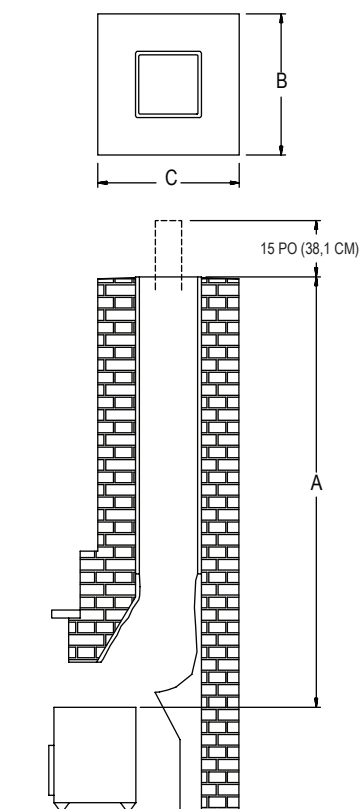

Figure 25
**(a). Mesures.** Mesurez et notez la dimension comme indiqué sur la **Figure 25** (Hauteur « A »). Vous aurez besoin d'un évent supplémentaire de 15 po (38,1 cm) au-dessus de la cheminée de maçonnerie. Il est bon de prévoir un peu plus de hauteur dans vos mesures.